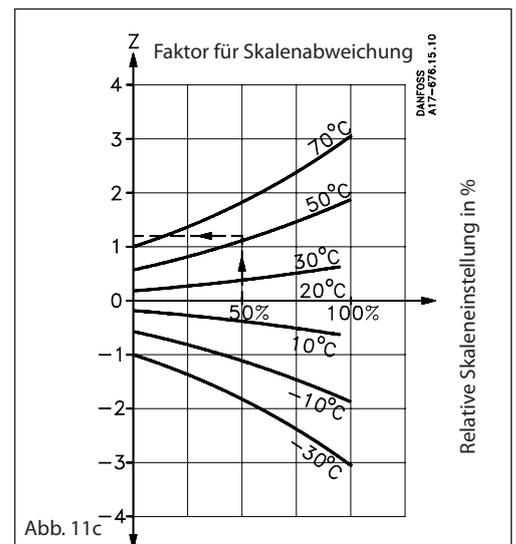

Abb. 11c
Z kann mittels Abb. 11c gefunden werden, während a den Korrekturfaktor in Bezug auf die Tabelle angibt.
Faktor für Skalenabweichung (siehe Abb. 11c): + 1.2 (Z)